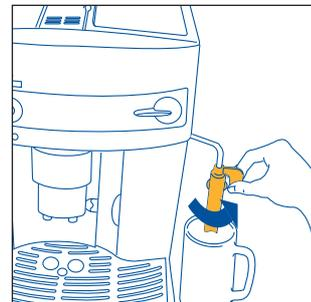
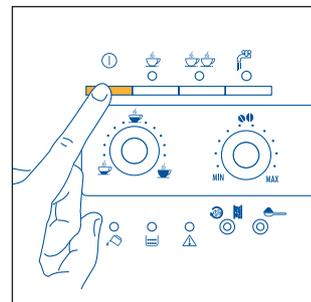
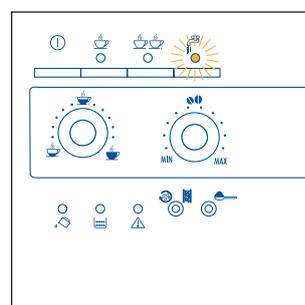

Fig. 3
Fig. 4
Fig.22
2. Drei cappuccinomaskinen utover og plasser en kopp under den (fig. 3) og slå på maskinen ved å trykke på tasten ① (fig. 4).
- Vri cappuccinomaskinen mot yttersiden av maskinen (fig. 3).
- Plasser en beholder under cappuccinomaskinen (fig. 3).
- Plasser en tom beholder under cappuccinolageren (fig. 3). Vri damphåndtaket en halv runde mot venstre helt til den stopper opp (varsellampen vil blinke, fig. 22). La vann blandet med damp strømme ut noen sekunder til kun damp kommer ut.